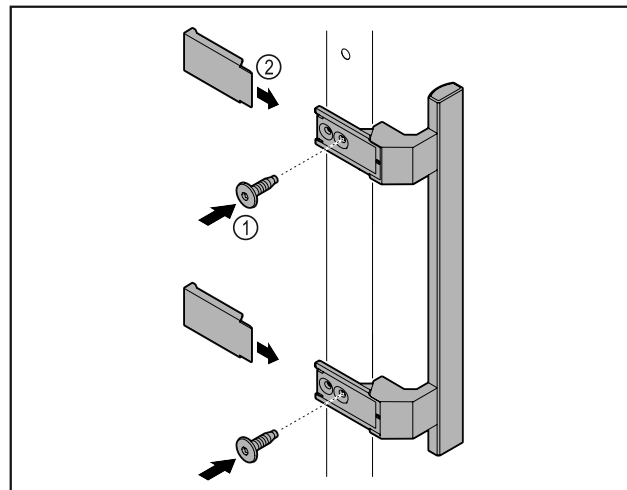

Fig. 2
- Rokturi no atsevišķā piederumu iepakojuma ar klāt pievienoto skrūvju Fig. 2 (1) palīdzību piestipriniet pie durvīm.
- Uzlieciet pārsegu Fig. 2 (2).